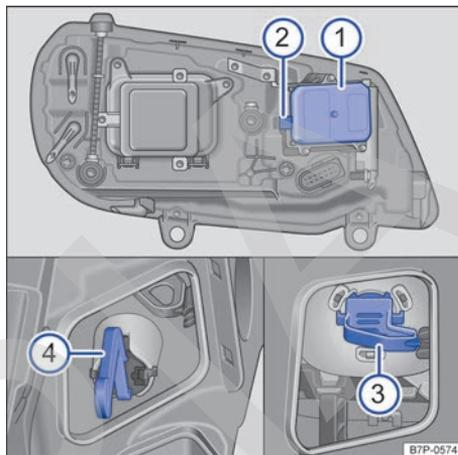

Fig. 223 En el vano motor: tapas y lámparas del faro izquierdo.
3. Retire la tapa → **fig. 223** **①** de la parte posterior del faro. Para ello, presione el encastre → **fig. 223** **②** hacia un lado y retire la tapa hacia atrás.
4. Retire el asidero inferior → **fig. 223** **④** de la guía y extráigalo hacia atrás.
8. Vuelva a colocar el asidero → fig. 223 ④ con el portalámparas en el faro e introdúzcalo por completo.
9. Vuelva a colocar la tapa → fig. 223 ① en la guía y presiónela hasta que encastre de forma perceptible.
3. Retire la tapa → fig. 223 ① de la parte posterior del faro. Para ello, presione el encastre → fig. 223 ② hacia un lado y retire la tapa hacia atrás.
4. Retire el asidero superior → fig. 223 ③ de la guía y extráigalo hacia atrás.
8. Vuelva a colocar el asidero → fig. 223 ③ con el portalámparas en el faro e introdúzcalo por completo.